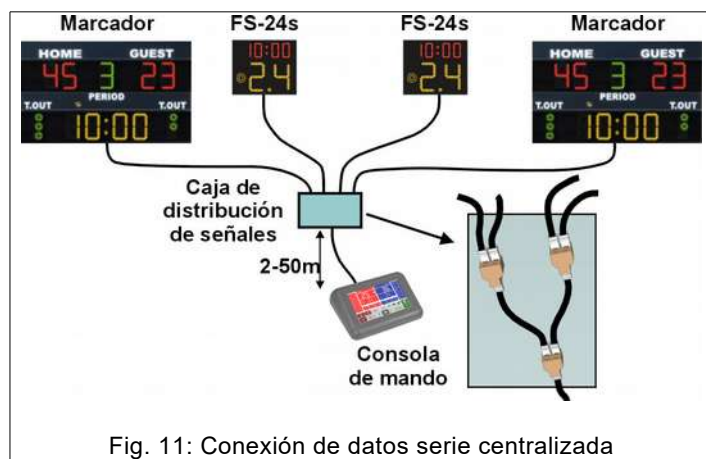

Fig. 11: Conexión de datos serie centralizada
1. **Conexión centralizada** (véase la Fig. 11). Se instala una caja de distribución de señales en un lugar de fácil acceso; de esta caja sale un cable hacia cada marcador. Este tipo de conexión permite tener un solo punto de llegada, lo cual supone una ventaja en caso de cortarse un cable, porque sólo se verá afectada la visualización de un marcador.